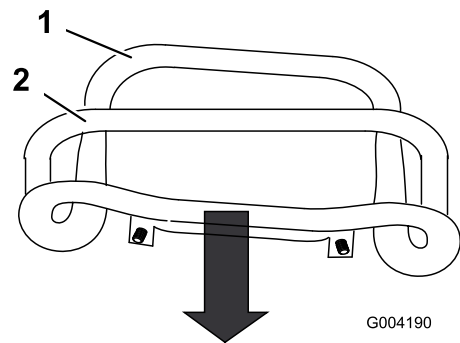

Bild 53
3. Ziehen Sie den Fahrtrieb gerade nach hinten, sodass die Vorderseite des Fahrtriebs den Anschlagbügel berührt (Bild 53).